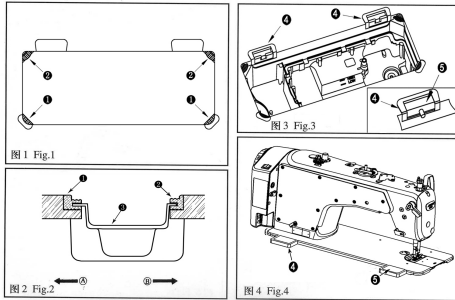

图1 Fig.1 图2 Fig.2 图3 Fig.3 图4 Fig.4
1. 机器的安装(图1、图2、图3、图4) 1. INSTALLATION (Fig.1, Fig.2, Fig.3, Fig.4)